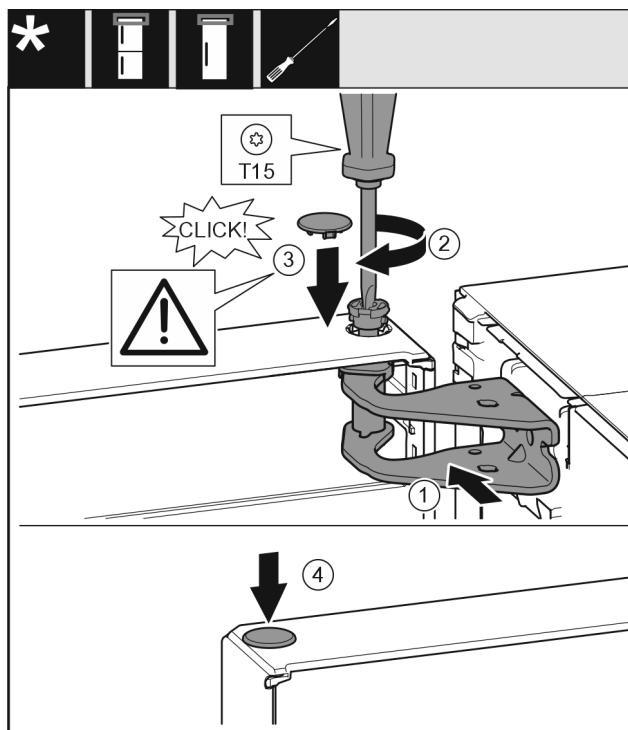

Fig. 22
- ▶ 将门的上方对准托架中的开口。Fig. 22 (1)
- ▶ 放入螺栓 Fig. 22 (2)并用螺丝刀拧紧。
- ▶ 安装冰箱门安全装置的安全盖 Fig. 22 (3)：放入安全盖并检查其是否在门上。此外将螺栓完全插入。
- ▶ 放上堵头 Fig. 22 (4)。